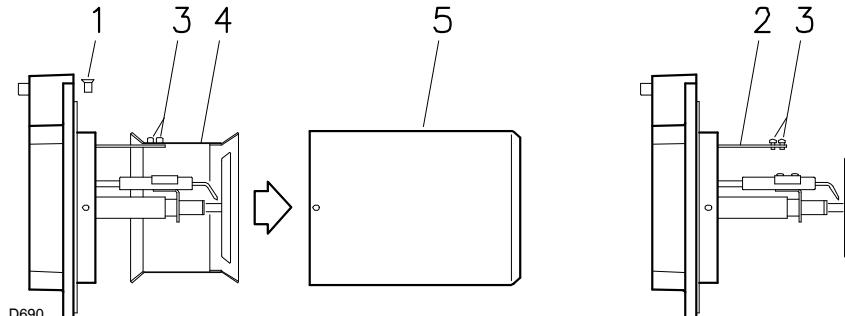

Fig. 8
- dévisser les vis 1)(Fig. 8) et démonter la buse 5);